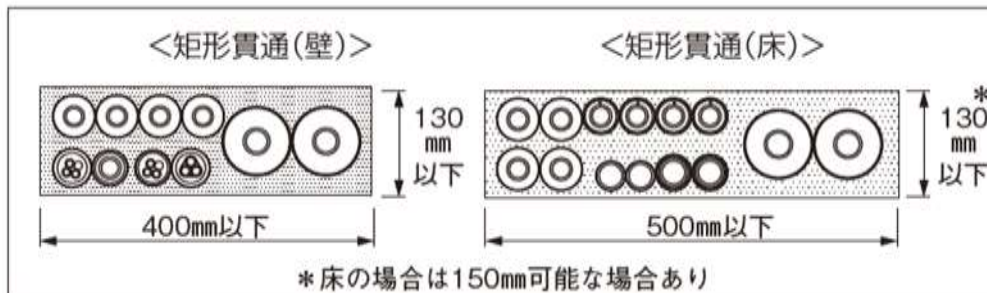

図4-3 矩形貫通の場合
- ・矩形の場合は壁 130×400mm 以下になるように開口部を設けて下さい。床は、認定によって開口の寸法が異なるため、カタログ、認定書を参照して下さい（図4-3）。